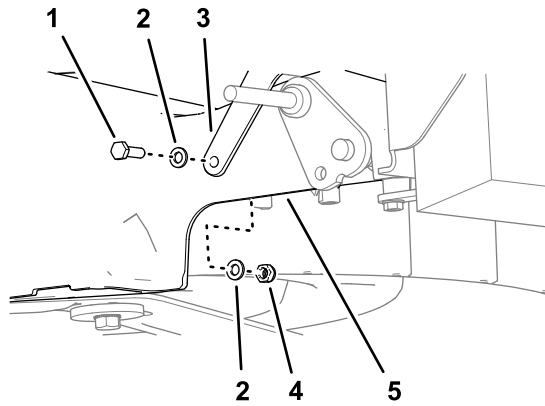

Figura 13
2. Monte el tirante del cepillo en la carcasa de la segadora (Figura 13) con un tornillo de caperuza (6 x 20 mm), 2 arandelas (6 mm) y una contratuerca (6 mm).